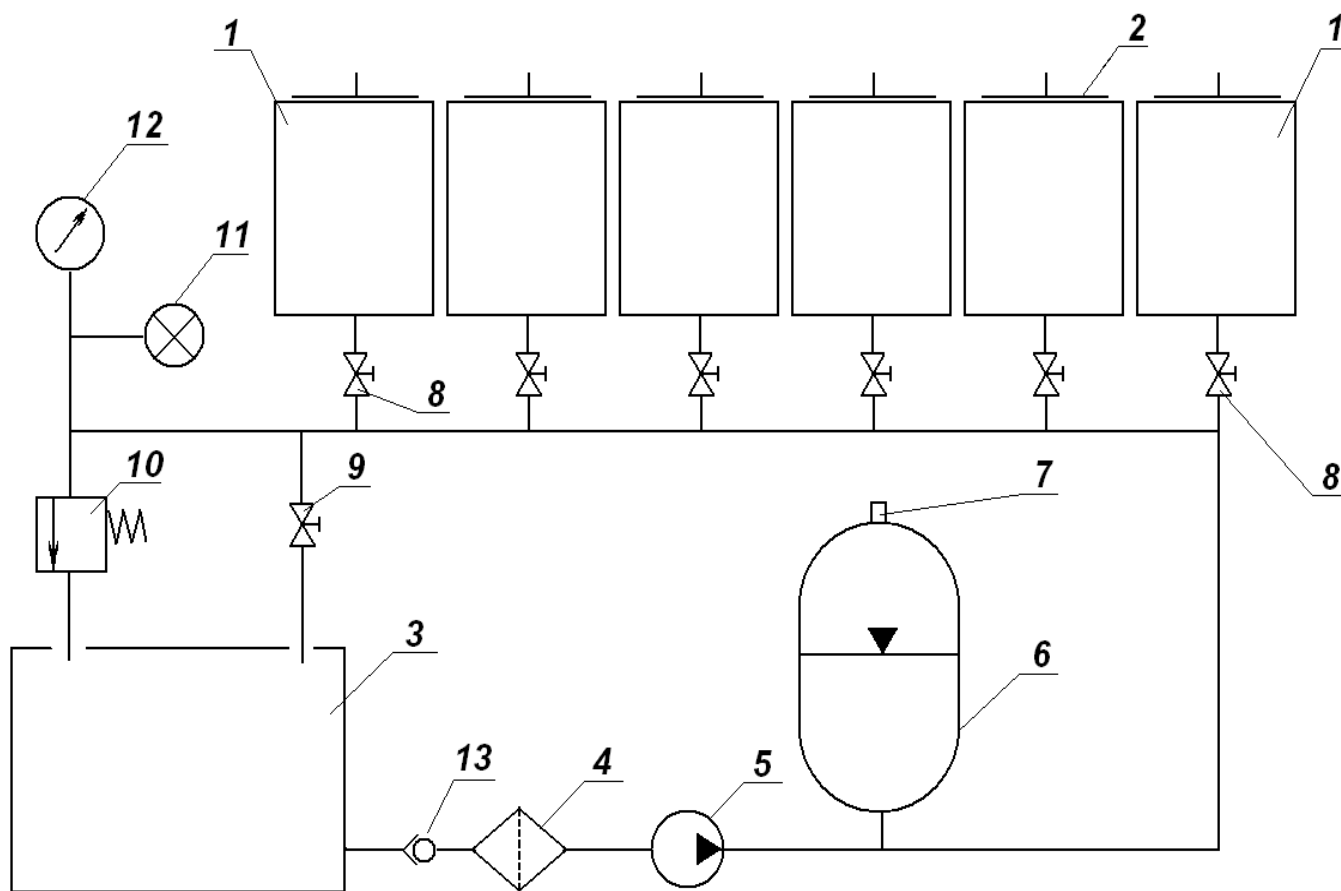

Рисунок 2 - Гидравлическая схема установки УВБ-МГ4.
Гидравлическая система установки (рис.2) состоит из емкости для воды (3), водяного насоса (5), гидроаккумулятора (6), запорных вентилей (8), вентиля сброса давления (9), предохранительного клапана (10) и трубопроводов.